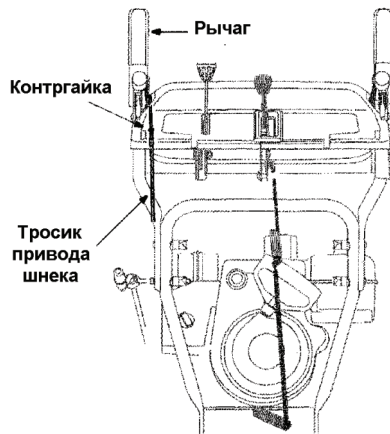

Рисунок 3
3. В том случае, если требуется отрегулировать трос привода шнека – ослабьте контргайку и протяните трос вперед (в случае провиса) или вытяните его (если он слишком натянут). Смотрите рисунок 3.